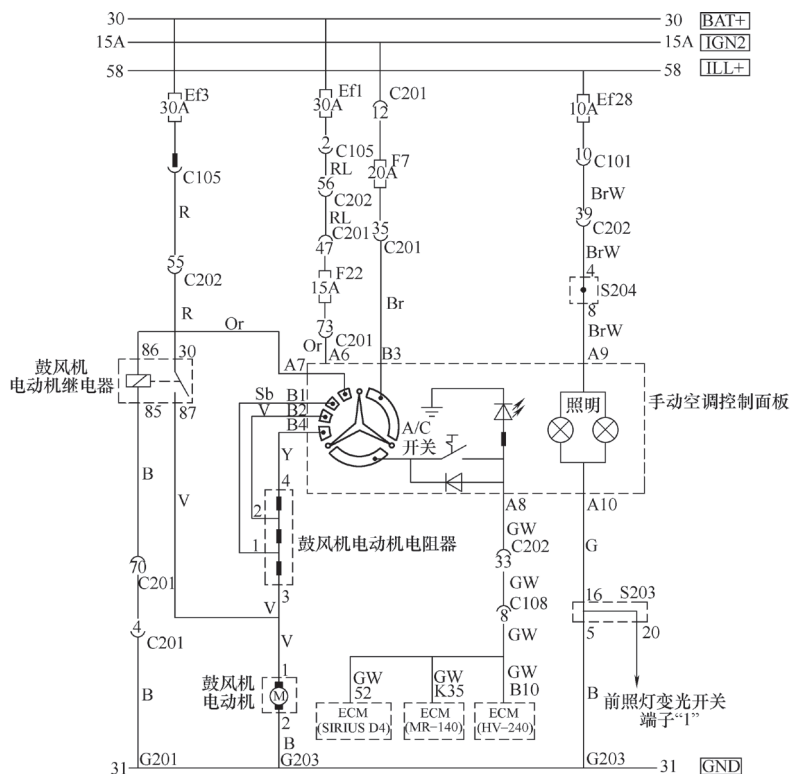
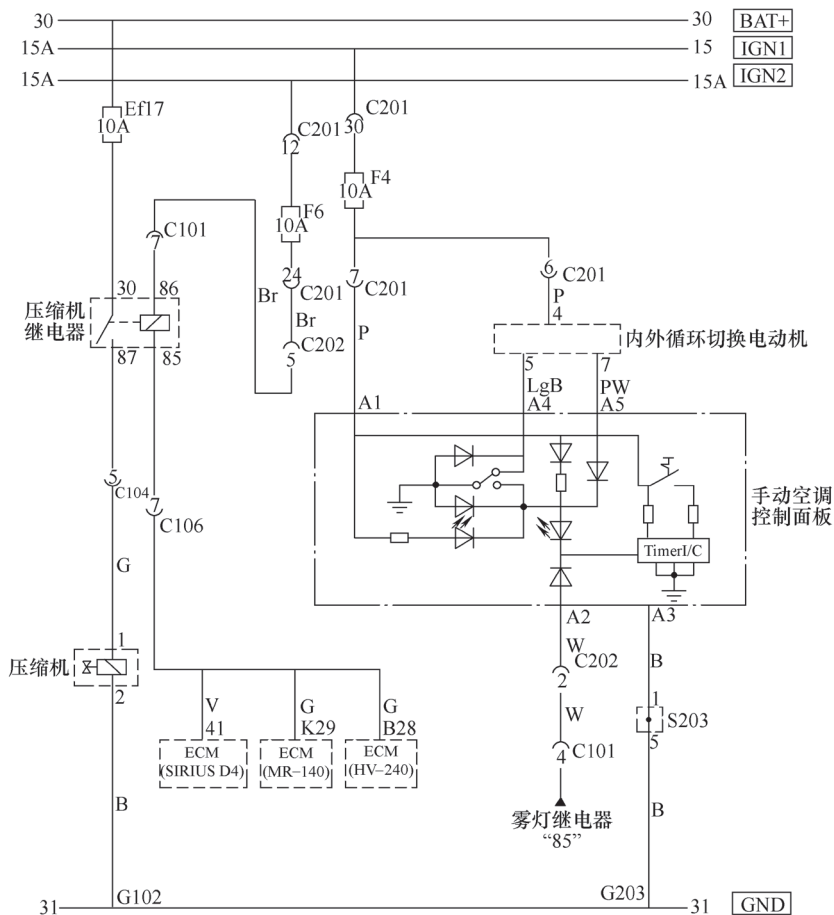

图 5-65 手动空调系统控制电路 (1)
图 5-66 手动空调系统控制电路 (2)
1) 手动空调系统控制电路如图 5-65、图 5-66 所示。